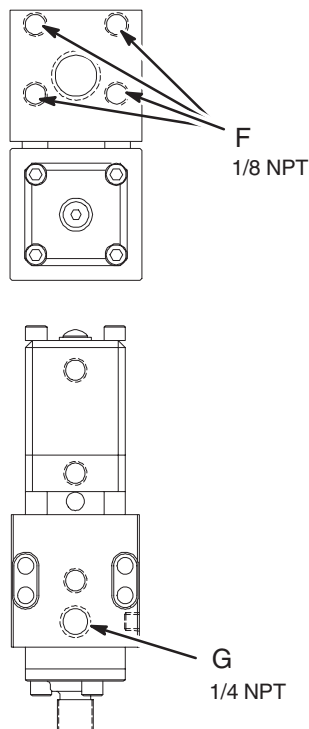

Fig. 8
Brancher solidement les tuyaux de régulation du produit sur les entrées de régulation produit (G) et les sorties de régulation produit (F). Voir Fig. 8.